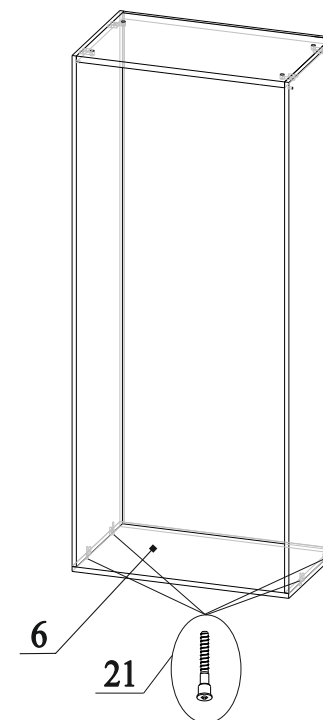

Рис.11
19. Соединить деталь 6 с деталями 4 и 5, закрутив конфирматы 21 (рис.11);